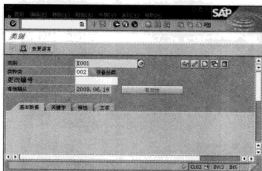

图 10-94 “类别”界面
STEP 1 在命令栏输入 SPRO 命令，通过菜单选择“跨应用组件→分类系统→主数据→分类”选项，或者直接在命令栏中输入“CL02”命令，进入“类别”界面，如图 10-94 所示。